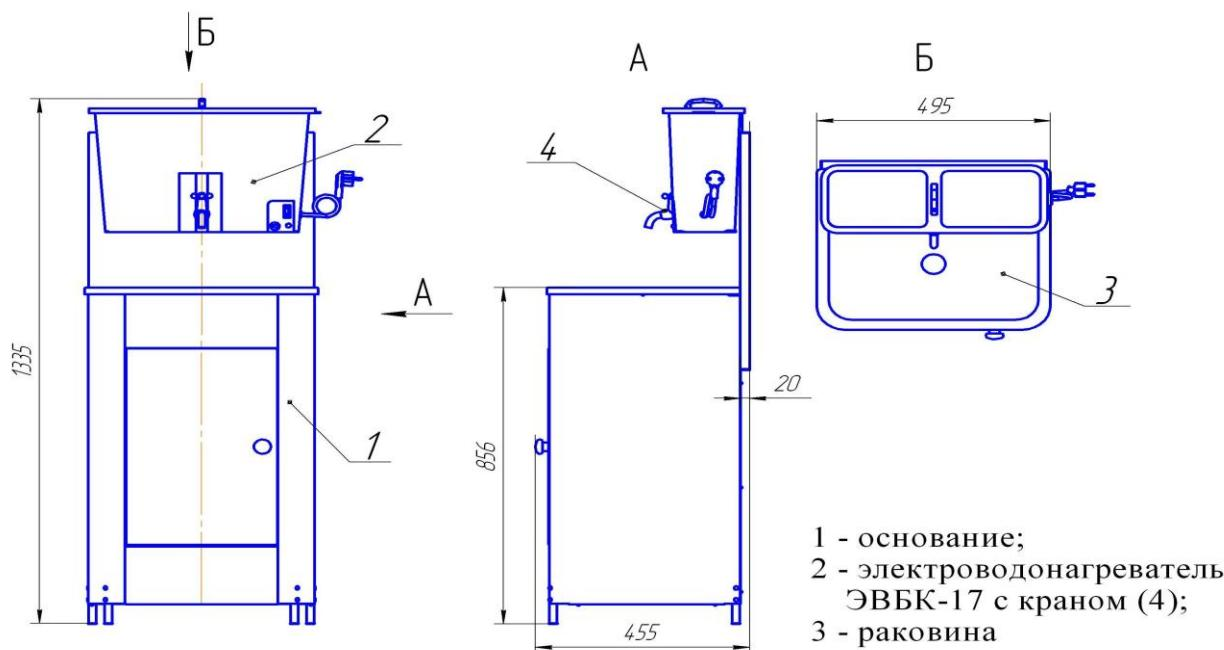
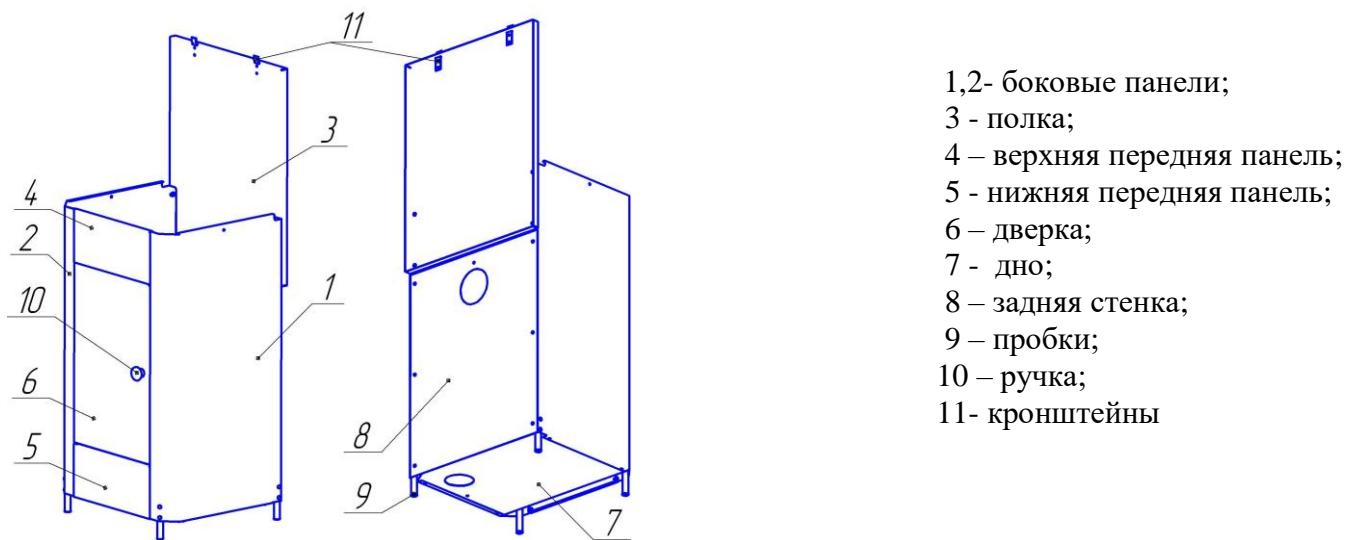

Рисунок 1 - Общий вид умывальника
Рисунок 2 - Основание умывальника
- 5.1 Умывальник состоит (см. рис. 1) из основания 1, электроводонагревателя 2, раковины 3, крана 4.
5.2 Устройство основания умывальника приведено на рис. 2
Для подготовки умывальника к работе необходимо произвести сборку основания умывальника (рис. 2) в следующей последовательности:
- 6.1 Сборка основания (см. рис. 2) с использованием комплекта крепежа:
6.2 Распаковать раковину поз. 3 (см. рис. 1) и установить в основание поз. 1. При необходимости надеть сливной патрубок на раковину (в комплект поставки не входит, приобретается в магазинах сантехники).
6.3 Распаковать электроводонагреватель ЭВБК - 17 поз. 2 (см. рис. 1). и присоединить к нему кран и ручку крышки (саморезом), входящие в комплект электроводонагревателя ЭВБК - 17.
6.4 Установить электроводонагреватель ЭВБК - 17 поз. 2 (см. рис. 1) на кронштейны 11 полки умывальника поз. 3 (см. рис. 2), убедиться в надёжности крепления ЭВБК - 17.
6.6 Залить воду в электроводонагреватель ЭВБК - 17 поз. 2 (см. рис. 1), включить нагрев воды.